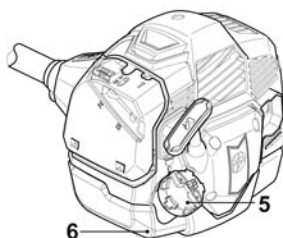

Fig. 10
- > Desfiletați bușonul rezervorului de combustibil [5] și scoateți-l (Fig. 10).